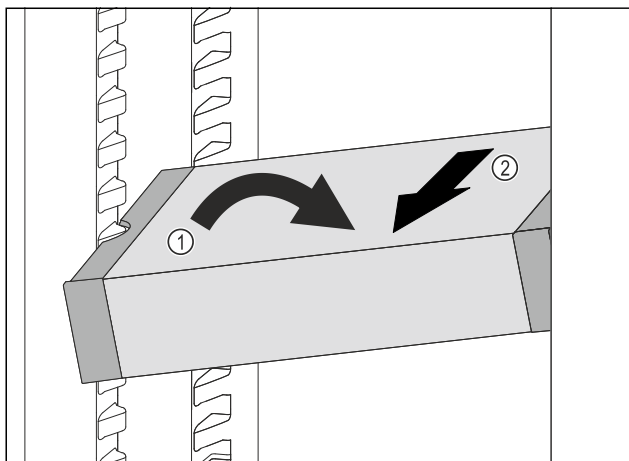

Fig. 66
- ▶ Ställ VarioSafe snett i kyldelen. Fig. 66 (1)
- ▶ Dra VarioSafe framåt för att ta ut den. Fig. 66 (2)